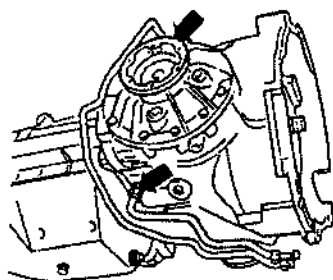

图 4.21 自动变速器油冷却管
② 断开自动变速器油冷却管, 如图 4.21 中箭头所示。
③ 检查两个定位套是否安装在发动机缸体上。
④ 拆下拉锁导向架, 拆下装配螺纹套筒。
⑤ 安装液力变矩器, 把变矩器轮毂推入油封第一止端。轻轻装上变矩器并转动, 使变矩器轮毂槽与油泵齿轮驱动器相配, 同时使变矩器滑进为止。液力变矩器安装要到位并要牢固拧紧, 否则自由轮支架将接触不到挡块。
⑥ 拆下液力变矩器传动护板, 按与拆卸时相反的顺序安装变速器, 在无应力状态下安装发动机与变速器支架和排气系统。
⑦ 用变速器千斤顶和变速器支架支承变速器, 并用调整螺栓定位。
⑧ 保证驱动轴总成和多功能开关间的间隙, 更换变速器法兰盘与传动轴之间的密封垫(拆下防护片和固定等速万向节), 更换自锁螺母。